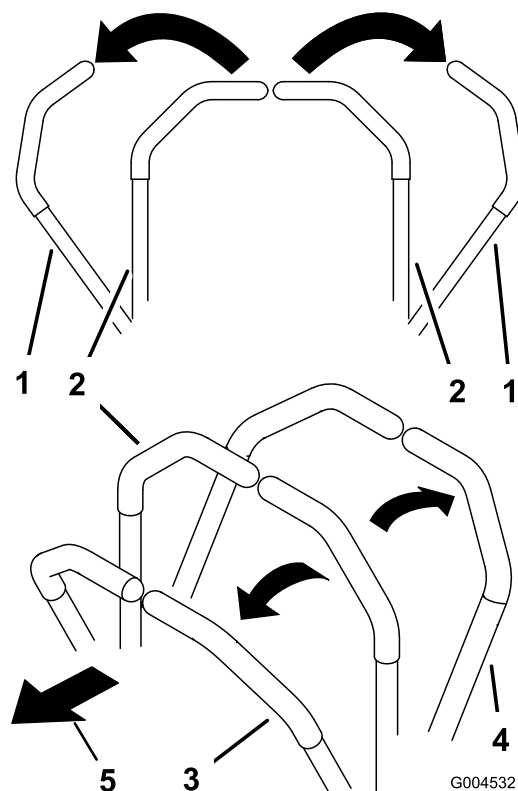

Figure 20
1. Placez les poignées de commande en position de VERROUILLAGE AU POINT MORT (Figure 20).